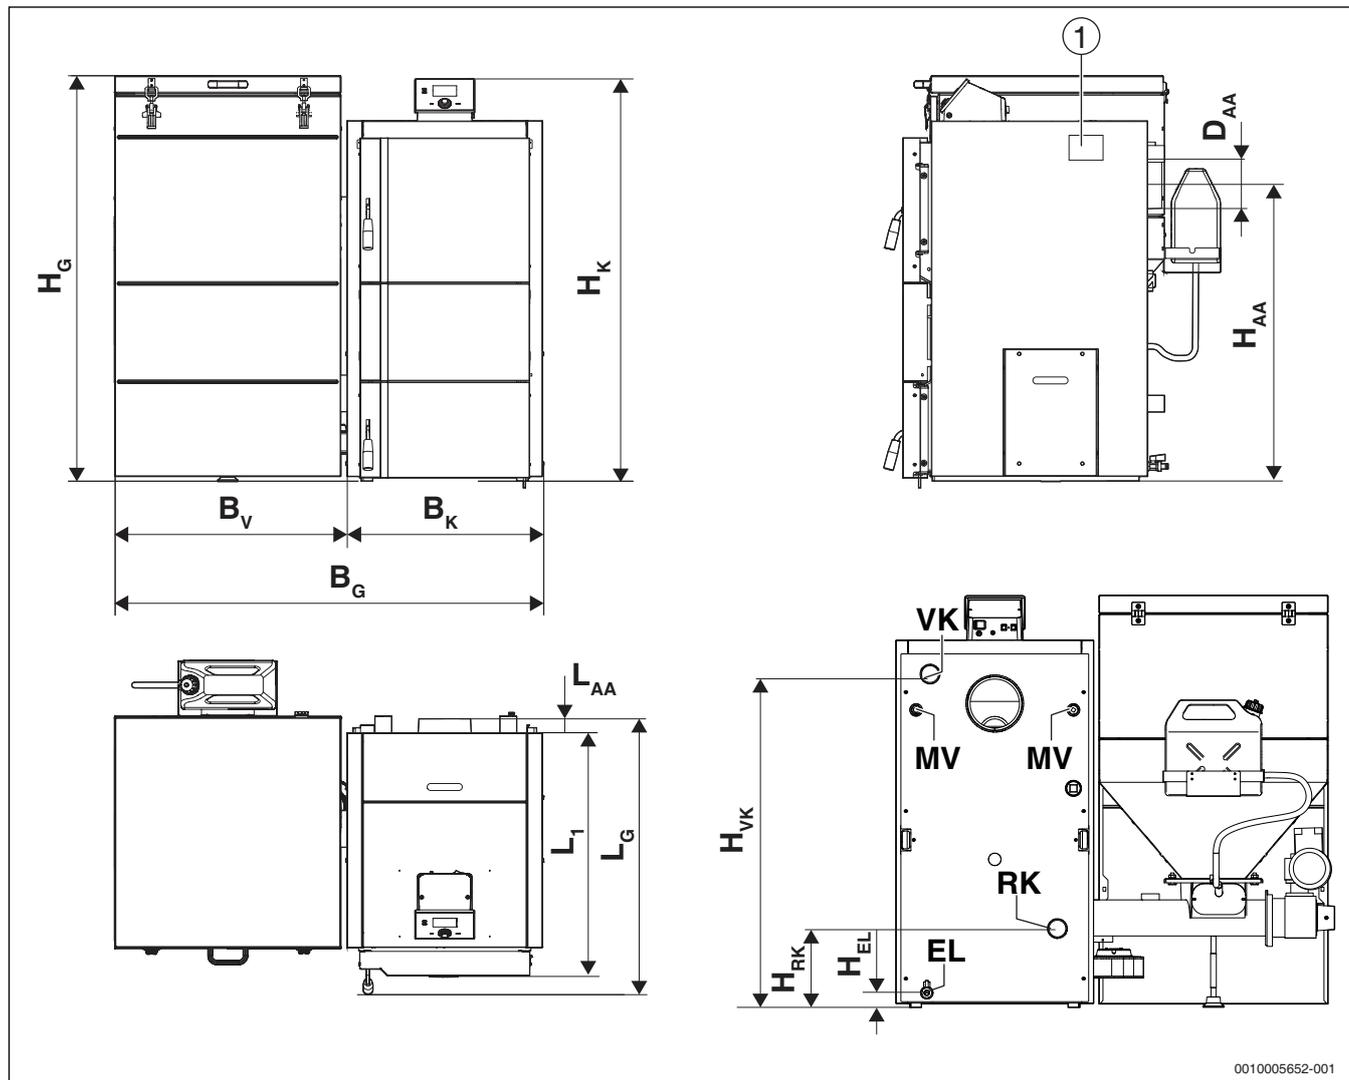

Рис. 7 Размеры
- ▶ Наклейте заводскую табличку в хорошо доступном и видимом месте, например, вверху на боковую стенку котла (→ рис. 7, стр. 8).